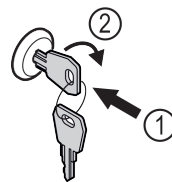

Fig. 175
- ▶ Sleutel erin duwen. Fig. 175 (1)
- ▶ Sleutel 90° rechtsom draaien. Fig. 175 (2)